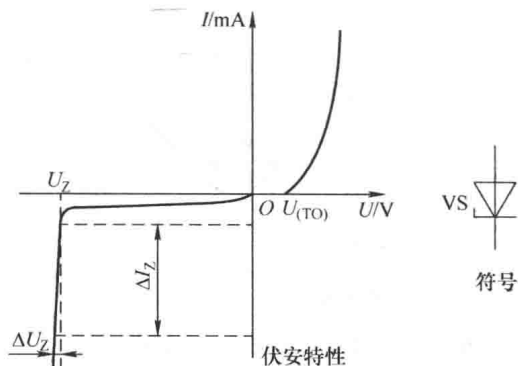

图 1-18 稳压二极管的伏安特性和符号
1) 稳压管的伏安特性和符号 图 1-18 所示为稳压管的伏安特性和符号。
① 稳定电压 U_Z 它是指当稳压管中的电流为规定值时，稳压管在其两端产生的稳定电压值。
② 稳定电流 I_Z 它是指稳压管工作在稳压状态时，稳压管中流过的电流，有最小稳定电流 I_{Zmin} 和最大稳定电流 I_{Zmax} 之分。
③ 耗散功率 P_M 它是指稳压管正常工作时，管子上允许的最大耗散功率。